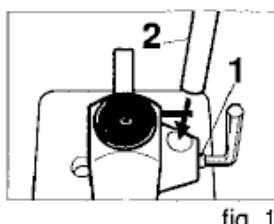

fig. 1
O disjuntor de corrente é fornecido já montado, exceto a alavanca (2). Para montar esta alavanca, solte o parafuso (1) (fig. 1). Chave fornecida. Insira a alavanca conforme mostrado na figura 4 e aperte o parafuso (1).
sob o punção e, em seguida, baixe a alavanca passo a passo (2) (fig. 1) até o rebite sair. Não force muito.